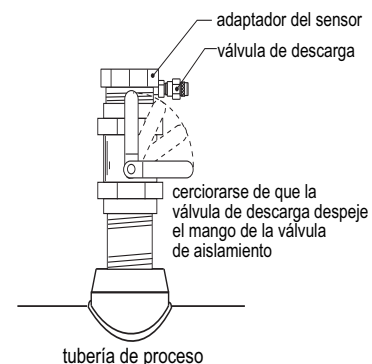

Fig. 3
- Abrir la válvula de aislamiento, insertar la broca en la válvula y cortar el agujero de paso del sensor. Una vez cortado el agujero, sacar la broca de la válvula de aislamiento y cerrar la válvula. Sacar el taladro siguiendo las instrucciones del fabricante (fig. 3).